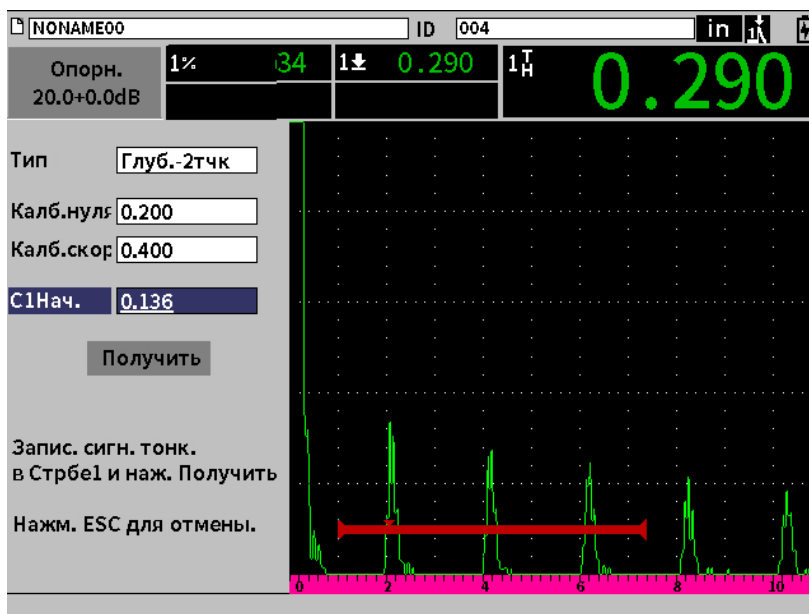

Рис. 8-3 Калибровка — Исходные настройки окна
3. В установочном меню выберите значок **Калиб.** () , чтобы открыть диалоговое окно калибровки (см. Рис. 8-3 на стр 99).